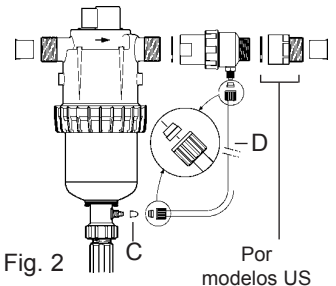

Fig. 2
Para los modelos Inyección Externa (IE) que permiten de trabajar con ciertos concentrados corrosivos, el Dosatron se entrega con un sub-conjunto inyección externa (Fig. 2-D).